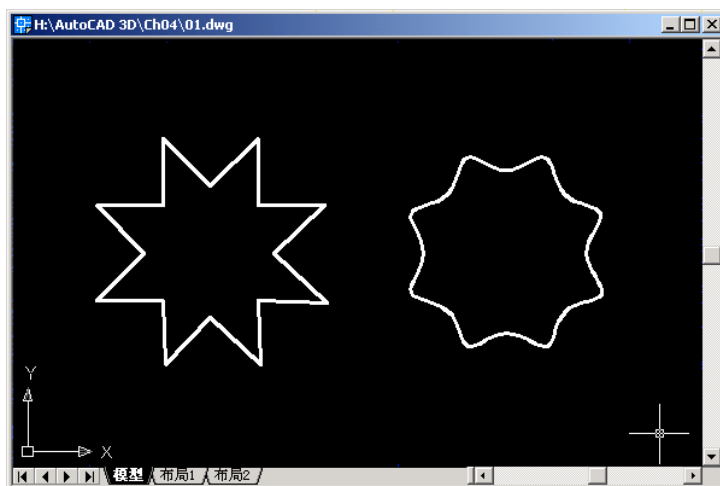

图 4-7 多段线拟合样条曲线
③选择“样条曲线(S)”命令选项,可以根据三维多段线的控制点用三维B样条曲线进行拟合。例如,对图4-7中左侧的三维多段线对象进行拟合后,可以得到右侧的多段线拟合样条曲线。